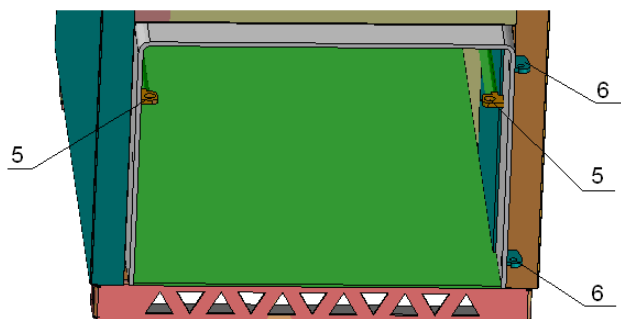
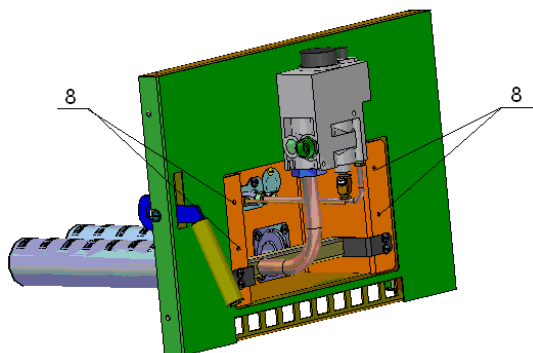
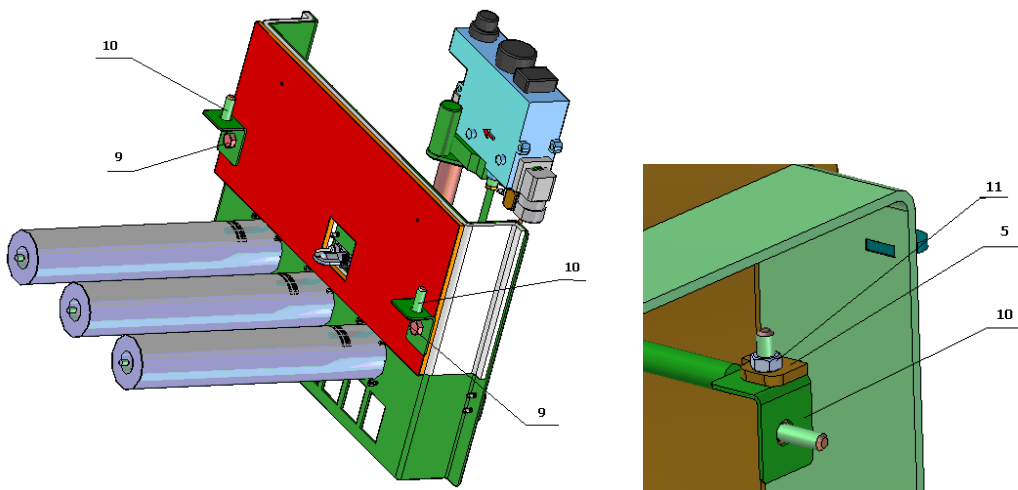

Рис.13 Крепление горелок УГт-14S;
Рис.15 Дверца в сборе с горелкой УГт
Рис.19 Крепление горелок УГт-35S; УГт-45S
7.3 На кронштейны 6 (рис.13) для котлов КС-ТГ/ТГВ – 11/12S; КС-ТГ/ТГВ – 12/16S; КС-ТГ/ТГВ – 15/16S; КС-ТГ/ТГВ – 16/20S и КС-ТГ/ТГВ – 20/20S надевается дверца из комплекта горелок УГт-...S (табл.2) в сборе с горелкой (рис.15).
7.5 У котлов **КС-ТГ/ТГВ-30/30S; КС-ТГ/ТГВ-40/40S** для крепления горелок УГТ (**рис.19**) требуется: снять кронштейны 10 (левый и правый) с щитка горелки и установить на кронштейны 5 (**рис.13,19**) котла. На болты кронштейнов 10 надеть и закрепить горелку.